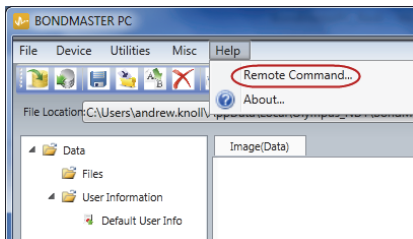

图 7-11 选择远程指令
- ◆ 在 **Help**（帮助）菜单中，选择 **Remote Command**（远程指令）（参见第 170 页的图 7-11）。